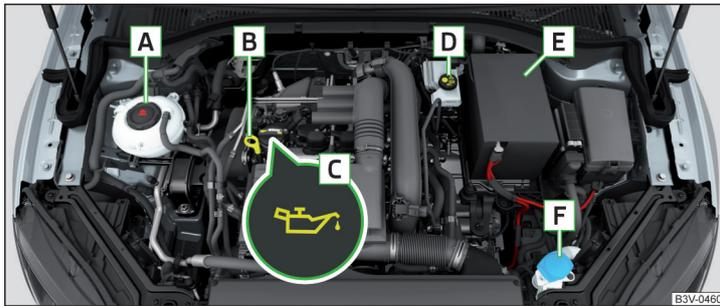

Abb. 312 Anordnungsbeispiel im Motorraum
- Den Deckel der Motoröleinfüllöffnung **C** abschrauben » Abb. 312 auf Seite 282.